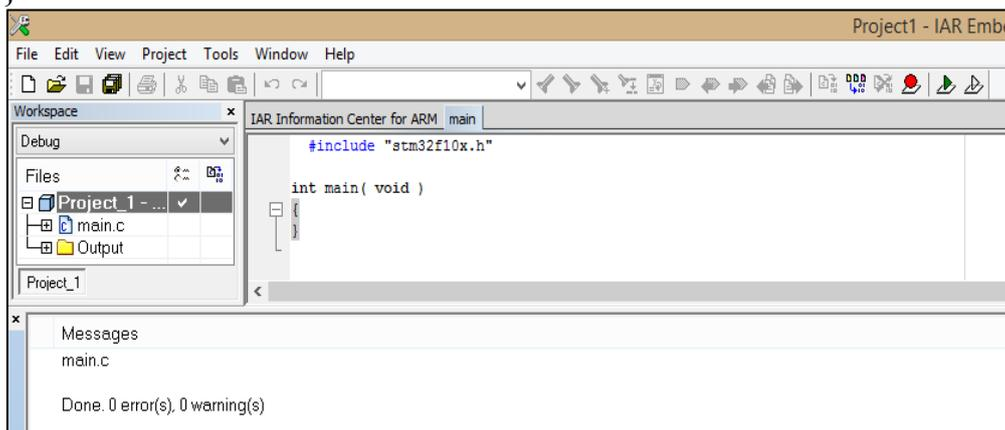

Рис. 3.13. Создание кода программы
11. Для примера работы программы напишем следующий код и сохраним проект (рис. 3.13):